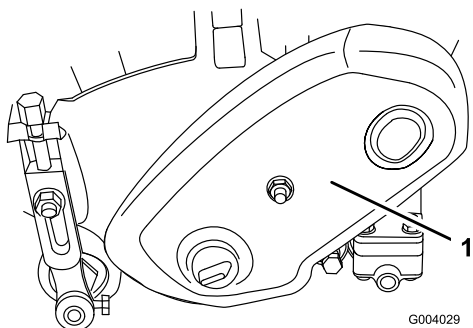

Figura 33
1. Retire a cobertura dos parafusos de montagem da correia e a cobertura da correia (Figura 33).